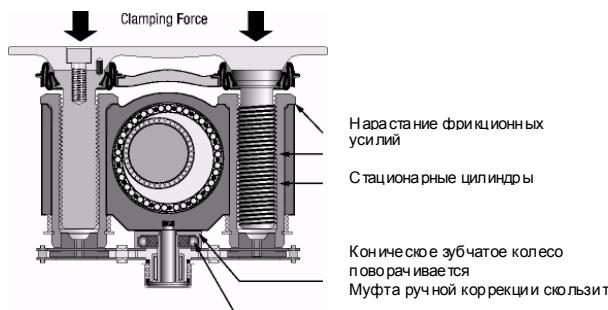

РИС. 8
- В момент начала поворота регулятора тормозные колодки контактируют с ротором, и возрастает усилие зажима. Усилие зажима обуславливает генерацию сил трения в резьбовом захвате между регулировочными втулками и поршнями, а также под фланцевой головкой регулировочных втулок. (Рис. 8).
При контакте тормозных колодок с ротором возникает трение, которое передается на регулировочные втулки поршни, что в свою очередь, приводит к трением в регулировочных резьбовых захватах, а также под фланцевой головкой регулировочных втулок. (Рис. 8).
Возрастающее трение препятствует вращению регулировочных втулок, начинается проскальзывание муфты ручной коррекции. Регулировочный привод блокируется трением системы, отсутствуют какие-либо регулировки. Основная шестерня поворачивается, однако это перемещение не передается далее за муфту ручной коррекции (Рис. 8).